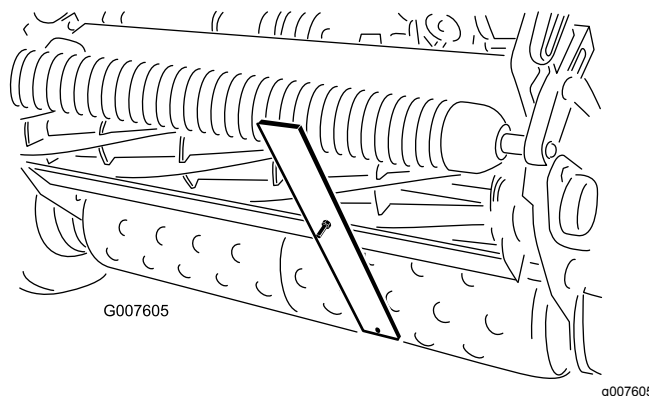

Figura 51
4. Enganche la cabeza del tornillo sobre el filo de la contracuchilla y apoye el extremo trasero de la barra sobre el rodillo trasero (Figura 51).